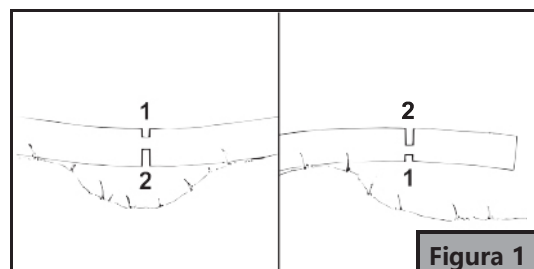

Figura 1
Si el árbol está en tensión, la barra puede quedar atascada. Los usuarios podrían perder el control de la motosierra, con el consiguiente riesgo de lesiones graves. (Figura 1)
(3) Si la cadena, la placa guía, la batería y el cargador no están limpios y mantenidos correctamente, las piezas podrían no funcionar como se espera, o el dispositivo de seguridad podría no cumplir su función, con el consiguiente riesgo de lesiones graves.
(4) el usuario podría lesionarse con una hoja afilada durante la limpieza y el mantenimiento de los datos de la cadena, lo que podría causar lesiones personales
(5) Limpieza interna de la placa del freno: Después de utilizar 5-6 paquetes de batería, el aserrín en la placa del freno debe ser eliminado. Primero retire la goma de la base del freno "1" en la dirección de la flecha (figura 1) y limpie el aserrín en la base del freno, luego cubra la goma de la base del freno "1" en la dirección de la flecha (figura 2) para verificar si el freno es eficaz.
Nota: antes de instalar la batería, asegúrese de que la batería esté completamente cargada. Si la potencia es insuficiente, se recomienda usarla después de una carga completa. Antes de instalar la cadena y la placa de la cadena, verifique si la batería ha sido retirada. La instalación de la cadena y la placa de la cadena debe realizarse cuando el paquete de batería esté retirado. (como se muestra en la Figura 1)
1. Coloque la batería sobre la mesa, luego inserte el conector del cargador en la batería, como se muestra en la Figura 1,